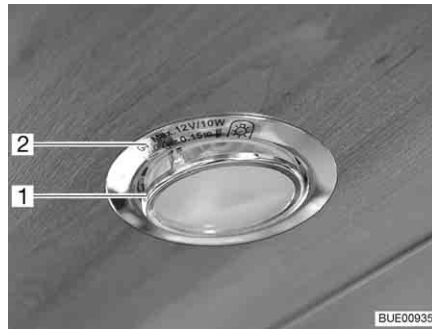

Bild 271 Infälld halogenlampa (platt)
Den infällda halogenlampan (Bild 271,2) är monterad i ramen.
- Lyft av den inre täckringen med glasskiva (Bild 271,1) med ett lämpligt verktyg (t. ex. en skruvmejsel) från lamphuset.